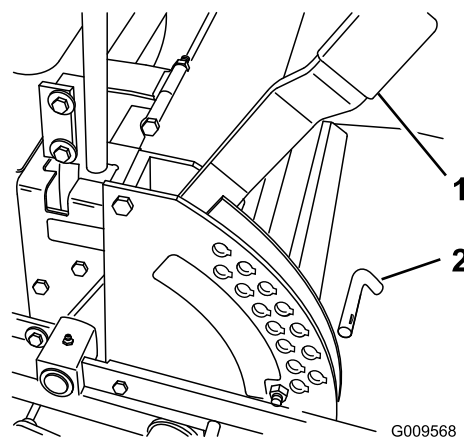

Bild 18
1. Heben Sie den Schnitthöhenhebel in die Transportstellung (entspricht der Schnitthöheneinstellung von 127 mm) (Bild 18).
2. Entfernen Sie den Splint zum Einstellen der Schnitthöhe aus der Schnitthöhenhalterung (Bild 18).
3. Wählen Sie ein Loch in der Schnitthöhenhalterung, das der gewünschten Schnitthöhe entspricht, und stecken Sie den Lastösenbolzen wieder ein (Bild 18).